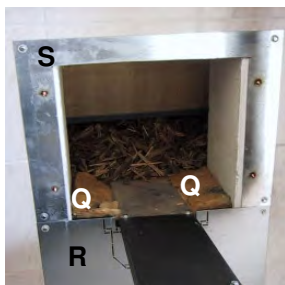
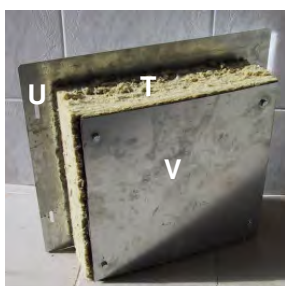

Abb.12
Abb.13
- Remplir le bas de la vis d'extraction de laine de roche (Q). Abb.12
- Monter les plaques de recouvrement livrées (R) à l'intérieur et à l'extérieur. Abb.12
- Fixer fortement la partie supérieure de l'habillage (S) sur les plaques de recouvrement dans le mur.
- Découper la laine de roche (T) à la taille de l'ouverture dans le mur. Abb.13
- Installer la laine de roche (T) la monter entre la plaque de recouvrement (U) et l'arrière de l'orifice d'entretien (V), comme décrit sur la fig. 13. Pour cela, utiliser les vis à six pans livrées.
- Insérer le couvercle de révision (W) et le visser avec des écrous papillons.